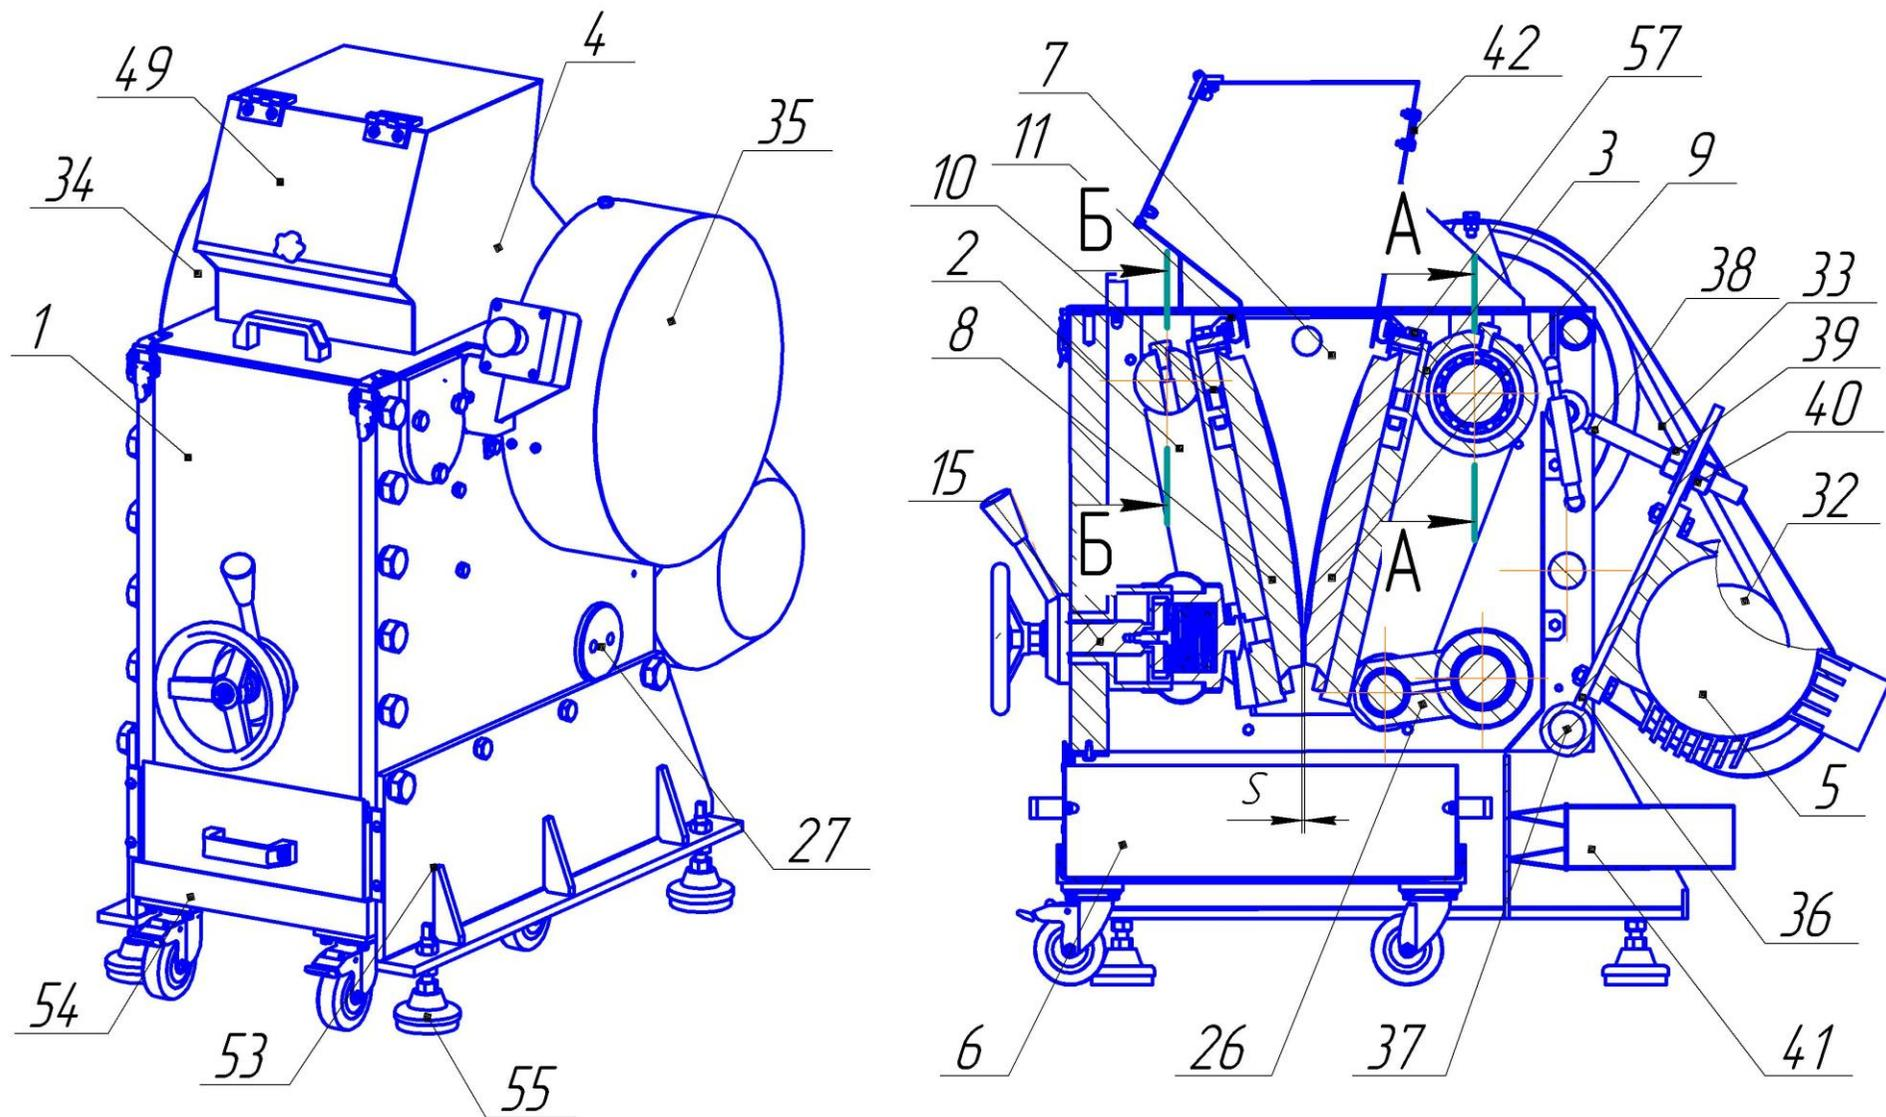

Рис. 1 Общий вид ЩД 15
- снимите откройте бункер 4 (Рис. 1);
- расконтрить шпильки 38, открутив контргайки 40 (Рис. 1)